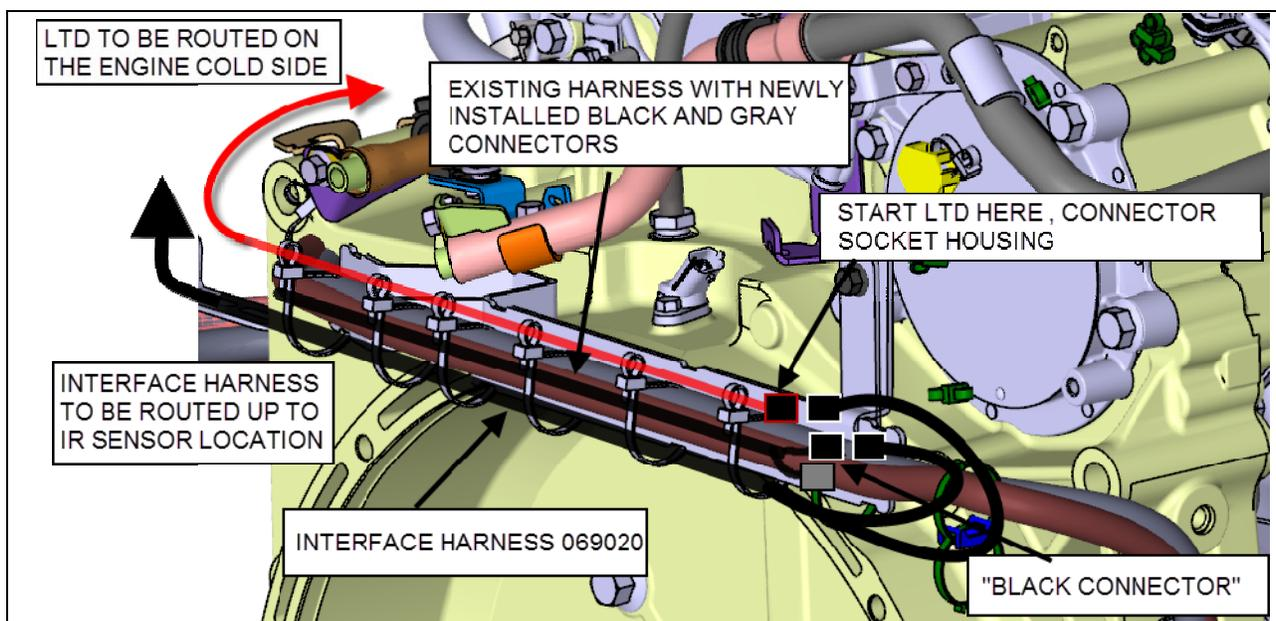
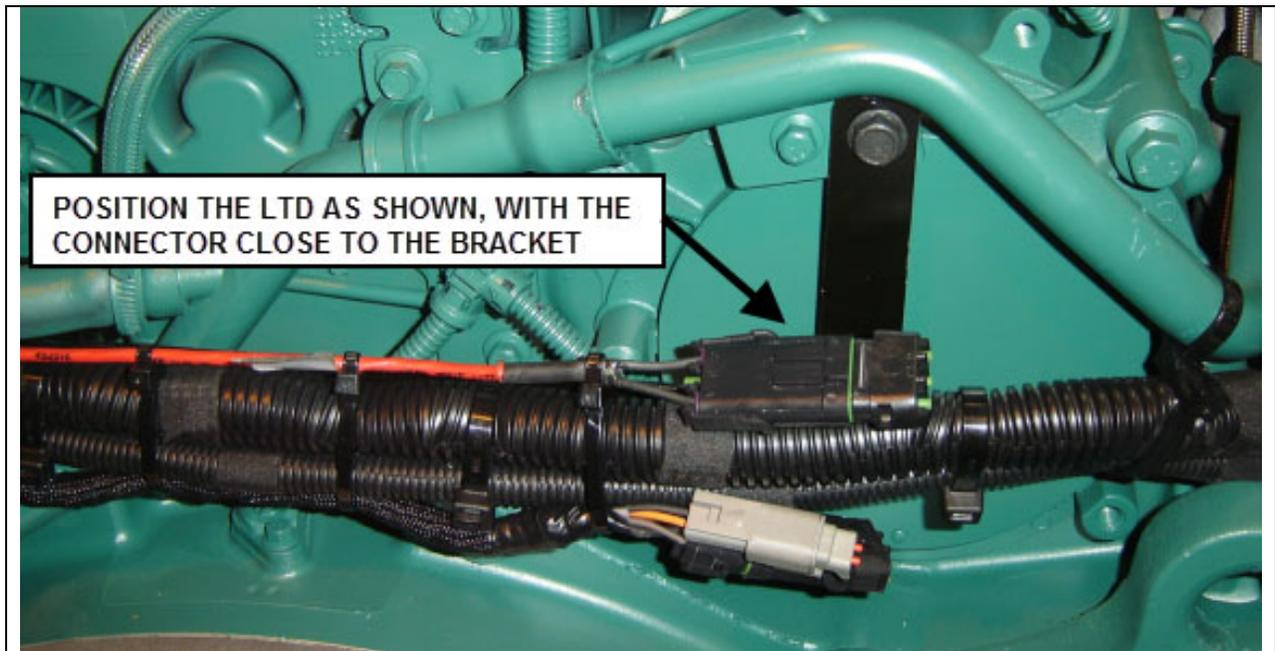

Figure 26
FIGURE 27 : INSTALLER LE LTD À PARTIR DE CE POINT. PLACER LE CONNECTEUR PRÈS DU SUPPORT (BRACKET)
- 1) Fixer le LTD aux câblages existants (voir Figure 26 pour l'installation adéquate) en utilisant 6 attaches de nylon à double boucle 507664. Utiliser la seconde boucle pour maintenir le LTD (Figure 26 et FIGURE 27). Serrer la boucle qui maintien le LTD à la main seulement. Suivre les recommandations générales.